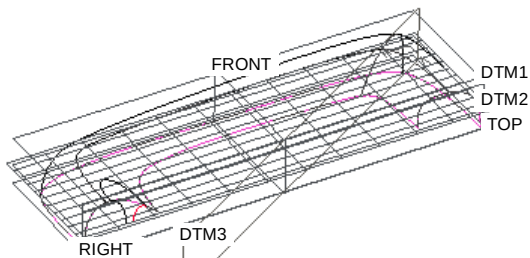

图 8.8.75 DTM2 为活动平面
(1) 单击 **样式** 功能选项卡 **平面** 区域中的“设置活动平面”按钮 , 选择 DTM2 基准平面为活动平面, 此时模型如图 8.8.75 所示。